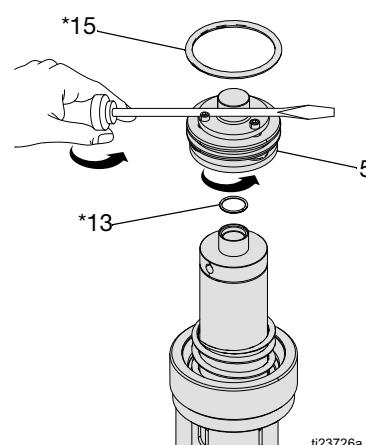

Рис. 12: Воздушный клапан серии В
4. **Серия В (и более новые модели пневмомоторов):** Отвинтите воздушный клапан (5). Если необходимо дополнительное поворотное усилие, введите острие отвертки между головками винтов и шестигранной головкой воздушного клапана (5). Проверьте уплотнительные кольца (13* и 15*) на наличие повреждений и, если нужно, замените их. Проверьте, чтобы уплотнительное кольцо (13*) было расположено надлежащим образом и не зажималось. См. Рис. 12.
ПРИМЕЧАНИЕ: Для получения дополнительной информации по сборке см. **Ремонт пневмомотора**, стр. 15, шаг 4 и шаг 5 (Рис. 12).